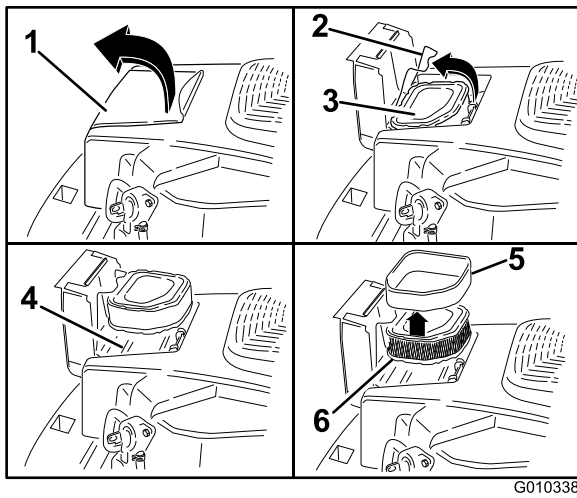

Figure 34
- Ouvrez le couvercle du filtre à air situé sur le carter de ventilateur pour accéder à l'élément du filtre à air (Figure 34).
- Ouvrez le verrou et retirez l'élément du filtre à air (Figure 34).